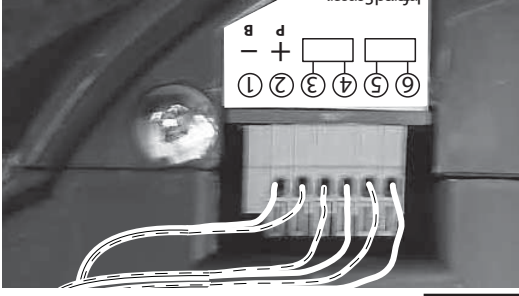

FIG. 4-8 Inserte los alambres (Caja de control con la tapa posterior no e muestra)
- Inserte el alambre en los agujeros terminales y oprima ligeramente en las pinzas de bloqueo anaranjadas arriba de cada agujero terminal. (Usted puede usar un lápiz o destornillador pequeño para alcanzar cómodamente y apretar ligeramente hacia abajo las pinzas de bloqueo.) Inserte los alambres blancos en los agujeros terminales pares y los alambres estríados en los agujeros terminales 'nones' (Fig. 4-8).